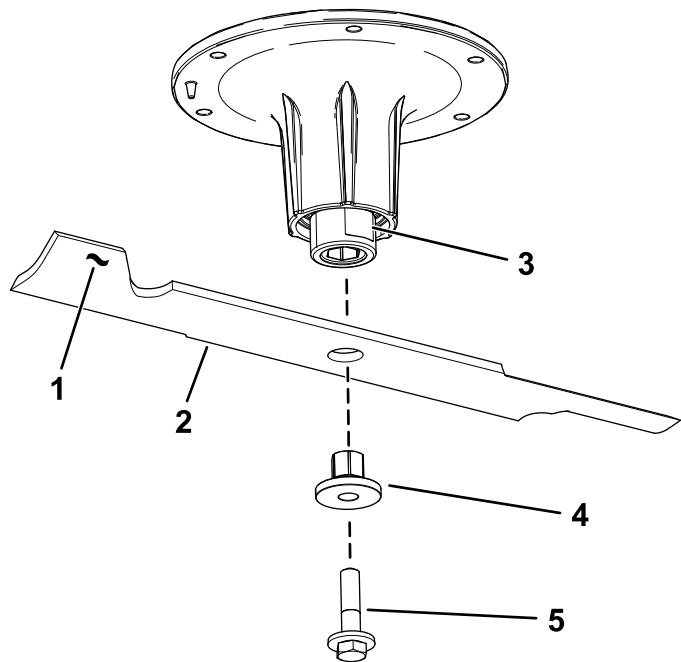

Figura 77
2. Rimuovete il bullone della lama, la boccola e la lama dall'albero del fusello (Figura 77).